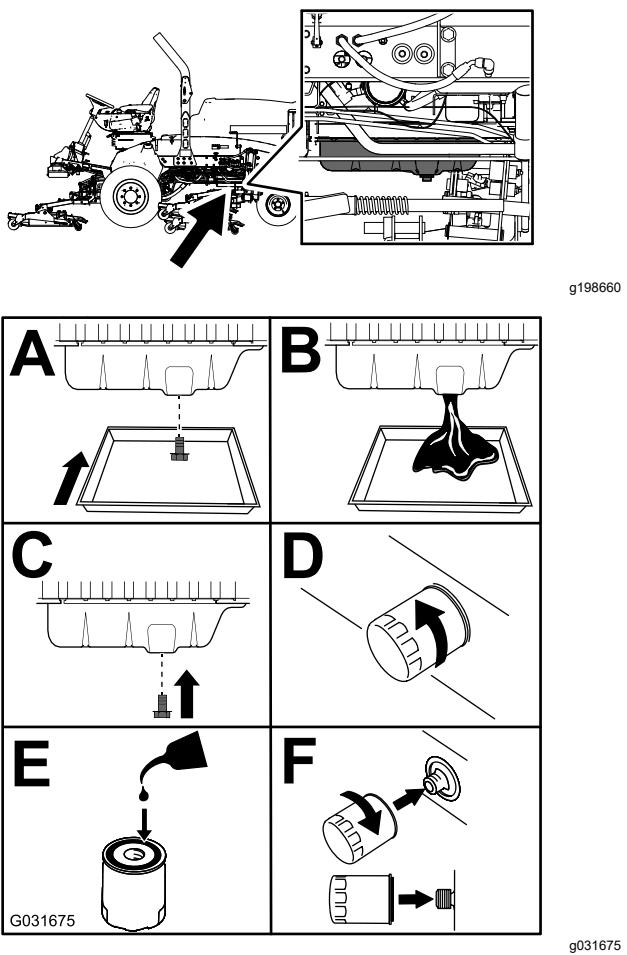

Figura 43
3. Sostituite l'olio motore e il filtro (Figura 43).